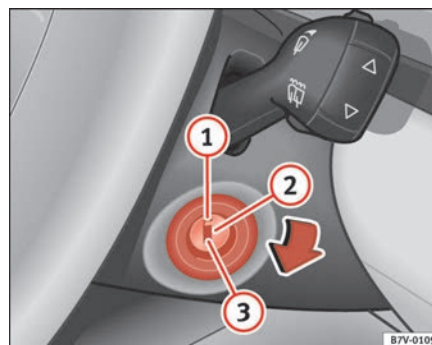

Abb. 126 Stellungen des Zündschlüssels
In der Stellung  $\Rightarrow$  Abb. 126 ① ist die Zündung ausgeschaltet und die Lenkung kann gesperrt werden.
- Drehen Sie den Zündschlüssel in Stellung  $\Rightarrow$  Seite 166, Abb. 126  zum Anlassen des Motors.
- Drehen Sie den Zündschlüssel in Stellung  $\Rightarrow$  Seite 166, Abb. 126 ②. Die Kontrollleuchte  $\infty$  leuchtet, solange vorgeglüht wird.
- Wenn die Kontrollleuchte ausgeht, drehen Sie den Zündschlüssel in Stellung ③ zum Anlassen des Motors - geben Sie kein Gas.
- Drehen Sie den Zündschlüssel in Stellung ⇒ Seite 166, Abb. 126 ①.